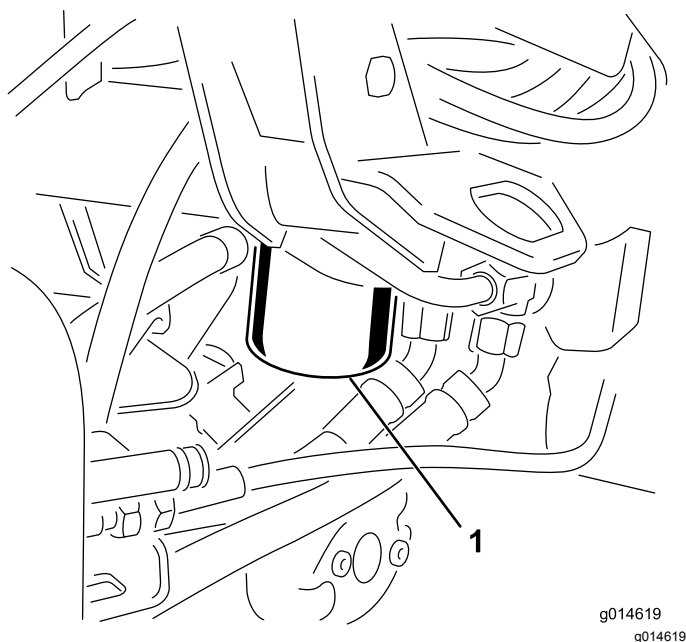

Figura 39
1. Pulite la superficie circostante il filtro (Figura 39). Collocate una bacinella di spurgo sotto il filtro e togliete il filtro.